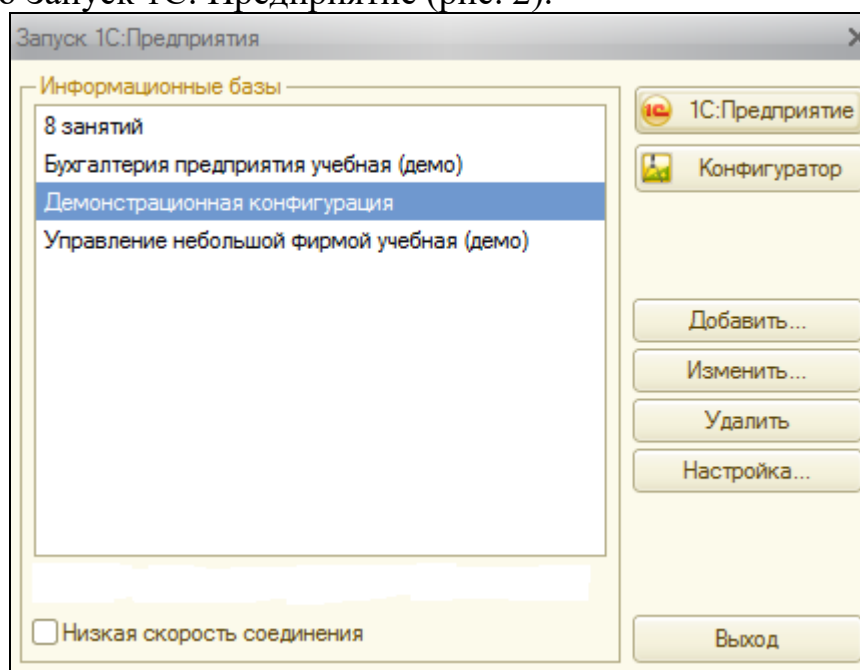

Рис.2. Запуск 1С: Предприятие
2. Запустите программу 1С: Предприятие 8.2 (Учебная версия). На экране появится окно Запуск 1С: Предприятие (рис. 2).